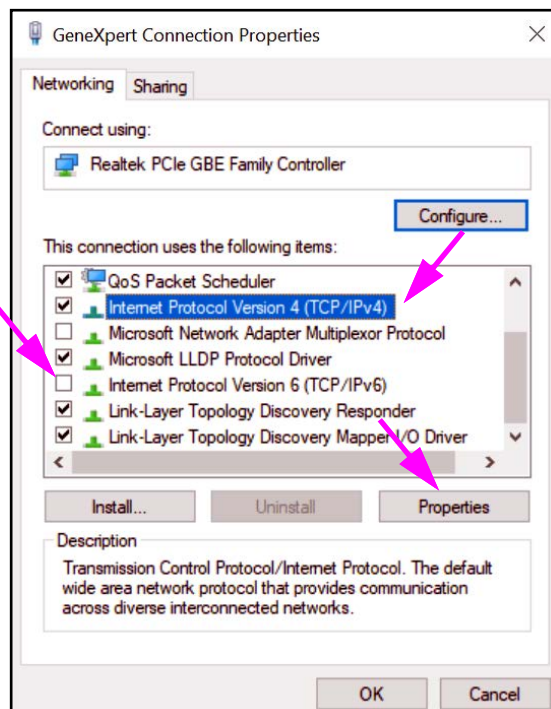

Figure 2-48. GeneXpert Écran Connection Properties (Propriétés de connexion)
7. Sélectionner **Propriétés (Propriétés)** dans le menu déroulant. L'écran montré dans la Figure 2-48 s'affiche.
8. Dans l'écran GeneXpert Connection Properties (Propriétés de connexion) (montré dans la Figure 2-48), décocher la case à côté de **Protocole Internet version 6 (TCP/IPv6) [Internet Protocol Version 6 (TCP/IPv6)]**. Mettre **Protocole Internet version 4 (TCP/IPv4) [Internet Protocol Version 4 (TCP/IPv4)]** en surbrillance, puis cliquer sur **Propriétés (Properties)**. L'écran Propriétés du protocole Internet version 4 (TCP/IPv4) [Internet Protocol Version 4 (TCP/IPv4) Properties] s'affiche.